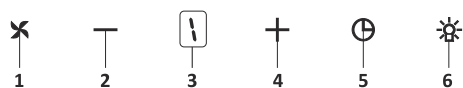

Fig. 17: Botão Spd Dig 5
1. ➤ Premir neste botão para ligar o produto.Fig. 17
2. ➤ Premir este botão para reduzir a velocidade do motor.Fig. 17
3. ➤ Visor dig Pode seguir no visor a que velocidade o produto está a funcionar atualmente.Fig. 17
4. ➤ Premir este botão para aumentar a velocidade do motor.Fig. 17
5. ➤ Quando o botão do temporizador é premido, será ativada uma função do temporizador de 15 minutos, o visor emite um sinal assim que o temporizador arranca e o motor parará automaticamente após 15 minutos.Fig. 17
6. ➤ Premir neste botão para ligar ou desligar a lâmpada.Fig. 17